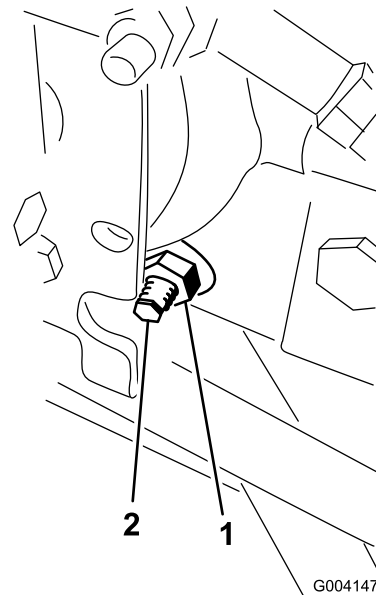

Bild 58
3. Lösen Sie rechts am Hydrostat die Sicherungsmutter an der Fahrtrieb-Einstellnocke (Bild 58).